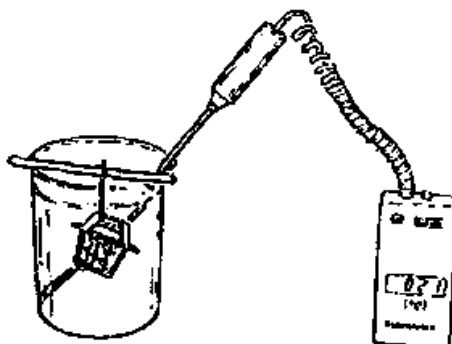

Figura 75: Teste da válvula termostática.
- 1 . Posicionar a válvula termostática dentro de um recipiente com água, ou óleo para motor, assegurando-se que que o termostato não toque as paredes do recipiente (Figura 75);